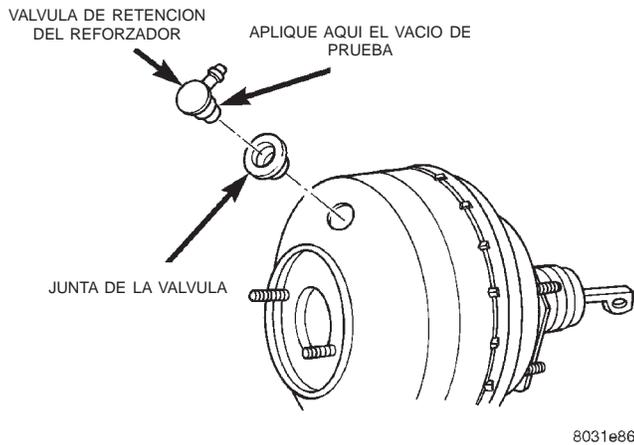

Fig. 8 Junta y válvula de retención de vacío
(1) Desconecte la manguera de vacío de la válvula de retención.
(2) Retire del reforzador la válvula de retención y la junta de la válvula.
(3) Para la prueba utilice una bomba de vacío accionada manualmente.
(4) Aplique 381-508 mm (15-20 pulgadas) de vacío en el extremo mayor de la válvula de retención (Fig. 8).
(5) El vacío debe mantenerse constante. Si el indicador de la bomba indica una pérdida de vacío, la válvula está defectuosa y debe reemplazarse.